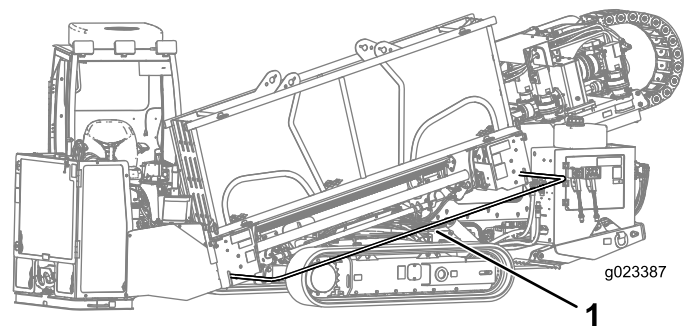

Figure 38
4. Abaissez la barre de sécurité pour piétons et fixez-la en place (Figure 38).